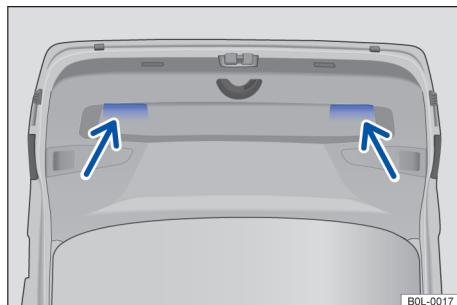

图 53 已打开的尾门：用于关闭尾门的嵌入式拉手
- 抓住尾门内饰板上的嵌入式拉手 → 图 53，稍用力下拉尾门，直至其卡入尾门锁 → 。